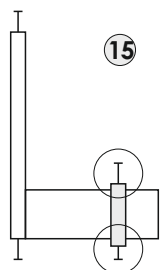

рис. 15
15. Отрегулируйте по высоте нижние опорные подпятники на направляющих ящика (рис.15). Выкрутите верхние опорные подпятники на направляющих ящика до упора в дно ванны (рис.15).